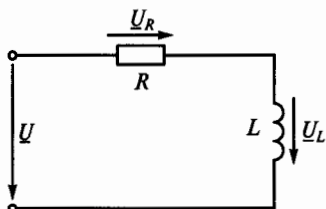

Рис. 86
**3.25.Р.** Напряжение на зажимах цепи, показанной на рис. 86,  $U = 141$  В. Каковы будут напряжения  $U_R$  и  $U_L$  при нулевой частоте источника питания этой цепи?